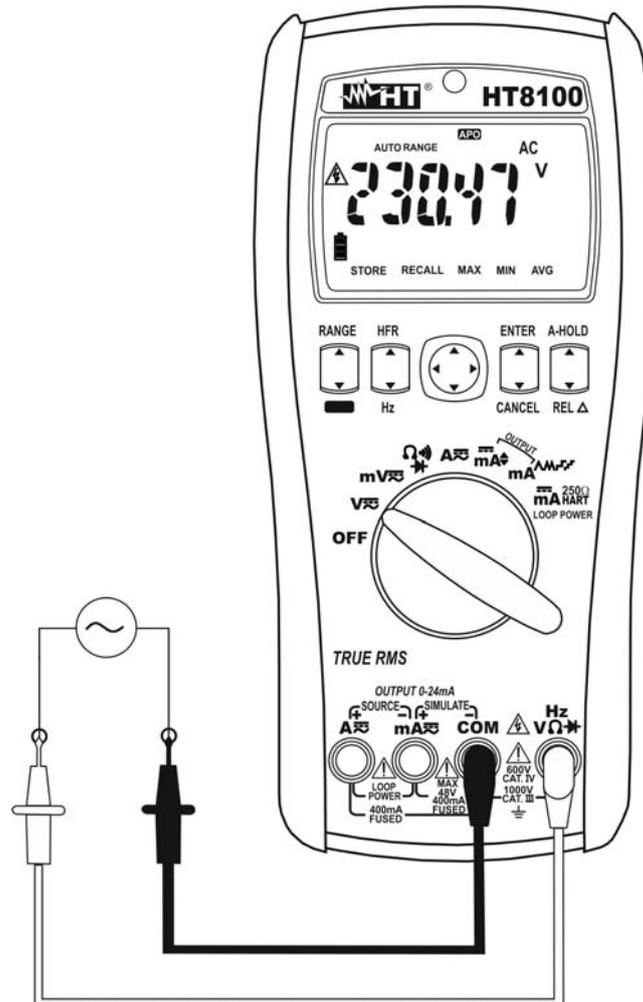

Fig. 3: Uso dello strumento per misura di Tensione AC
4. Inserire il cavo rosso nel terminale di ingresso **HzV $\Omega$**  e il cavo nero nel terminale di ingresso **COM** (vedere Fig. 3)